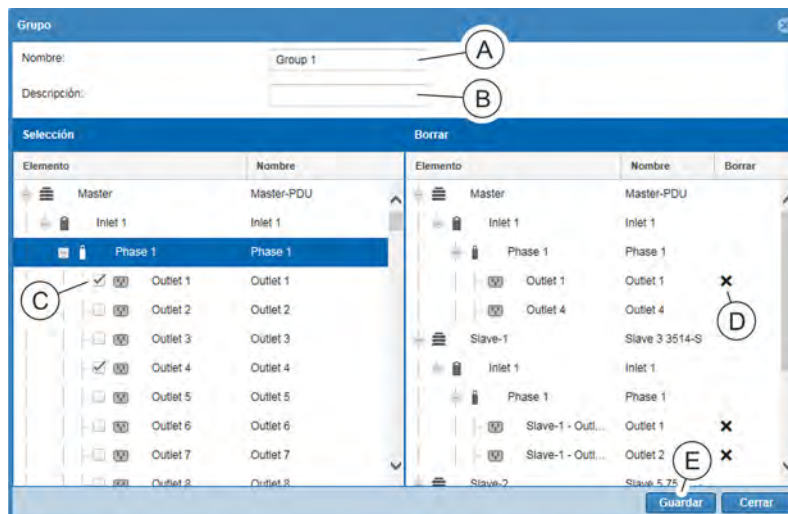

Fig. 111: Ventana "Grupo"
⇒ Se abre la ventana "Grupo" (Fig. 111).
4. En la ventana "Grupo", introduzca un nombre (Fig. 111/A) y, si es necesario, una descripción del grupo (Fig. 111/B).
5. En la columna izquierda, seleccione enchufes hembra individuales marcando la casilla de verificación correspondiente (Fig. 111/C).
6. En caso necesario, borre determinados enchufes hembra con el botón X (Fig. 111/D) de la columna derecha.
7. Pulse el botón "Guardar" para guardar un grupo de enchufes hembra (Fig. 111/E).